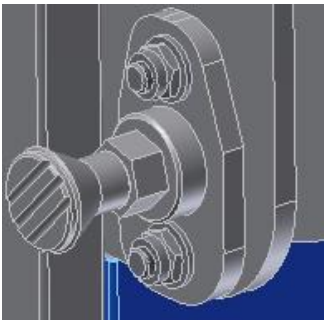

Abb. 39
- entriegeln Sie die mechanische Verriegelung (Abb.39). Ziehen Sie dazu den Griffteil des Bolzens zurück und drehen Sie ihn um 90°. Der Bolzen ist in dieser Position gesichert